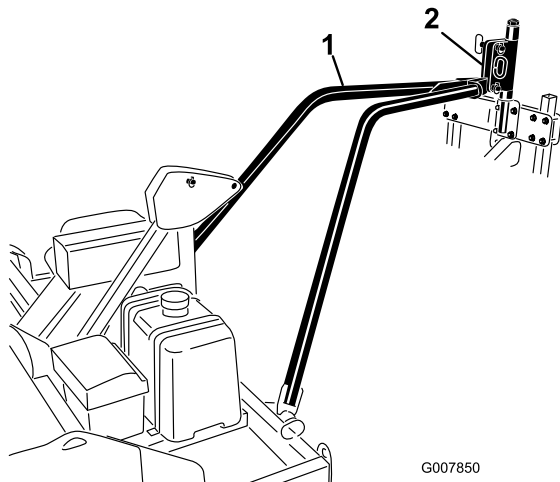

図 15
3. 積荷固定ロープなどで固定していた牽引アーム・ヒッチ・プレートを解き、エアレータのヒッチ・ピボットにセットする (図 15)。